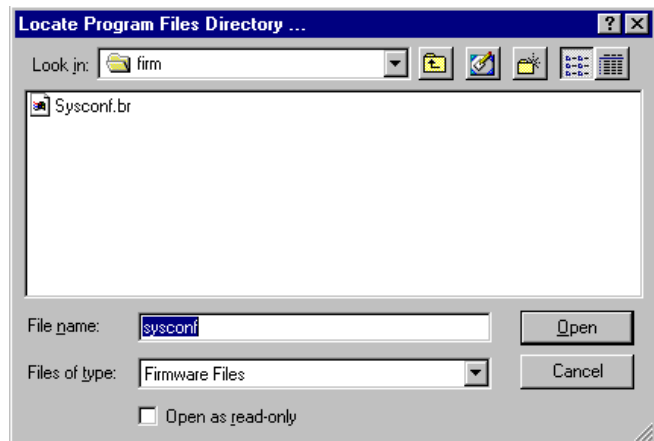

Fig. 13.69
14. Aparece la casilla de diálogo “Encontrar directorio con los archivos de programas”, en la que se muestra el directorio predeterminado. Vea la Fig. 13.69. Haga doble clic sobre el nombre del archivo o selecciónelo y pulse el botón abrir.